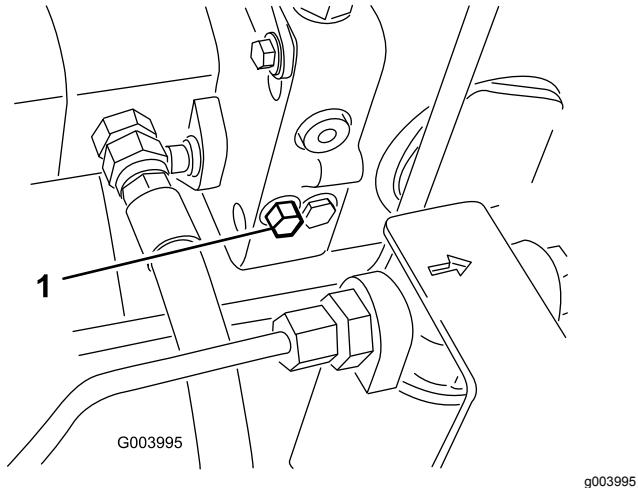

Figura 43
1. La valvola di bypass è situata sul lato sinistro dell'idrostato (Figura 43). Ruotate il bullone di 1-1/2 di giro per aprire e consentire il bypass interno dell'olio. Dal momento che il fluido viene bypassato, potete spostare lentamente la macchina senza danneggiare la trasmissione.